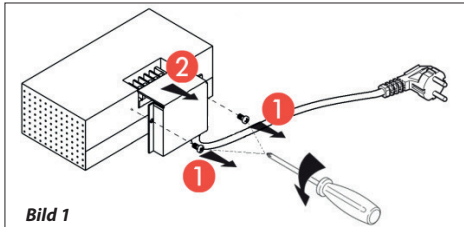

Bild 1
3. Entfernen Sie die Deckel der Klemmen mit Hilfe eines Schraubendrehers (**Abbildung 1**).